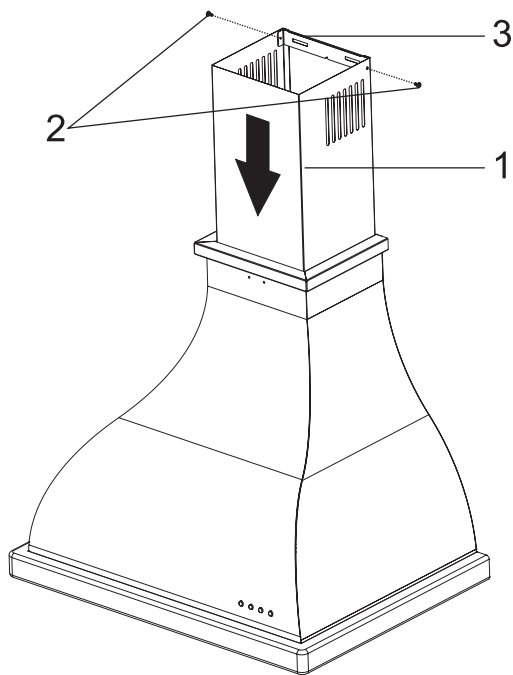

Рис. 12: МОНТАЖ ПЛАСТИН ДИМОХОДУ
- Вставте димохід з листового металу всередину корпусу (Рис. 12).